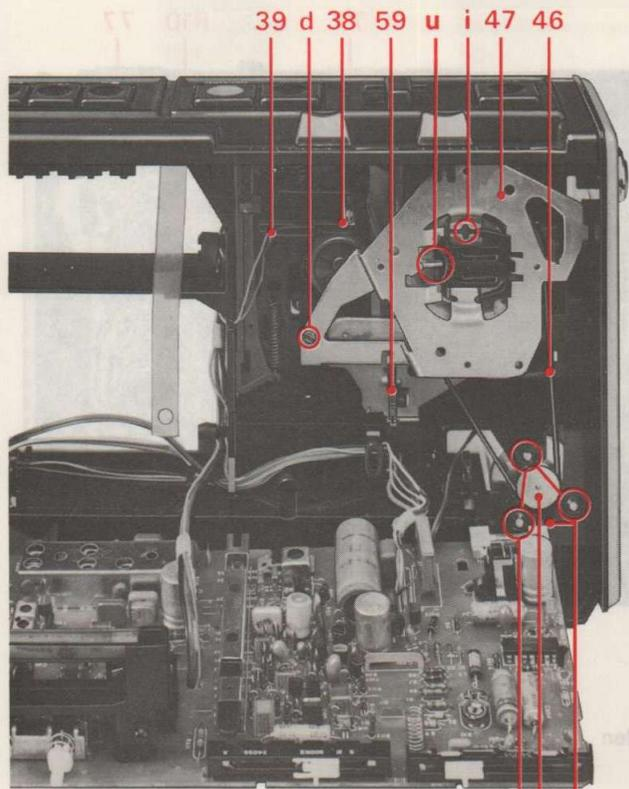
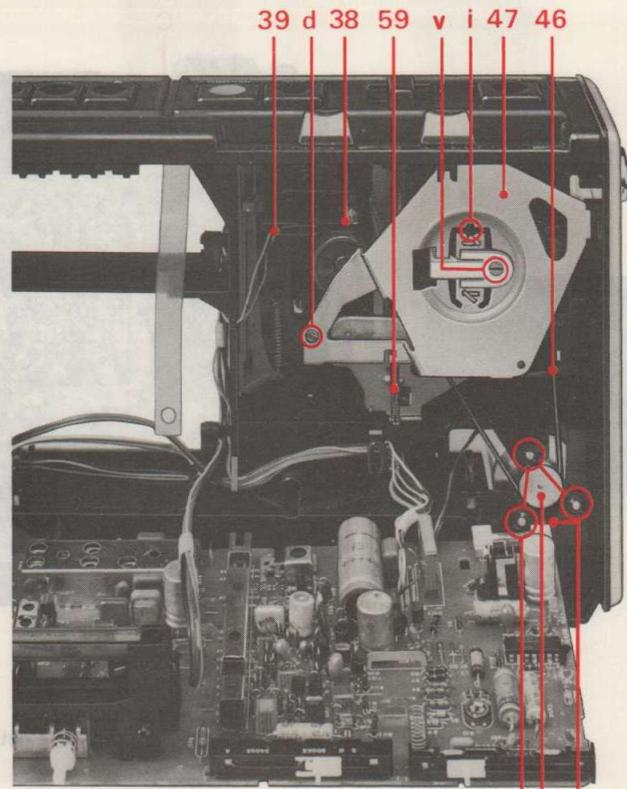

Abb. 6a Tonwelle senkrechtstellen
Abb. 6b Tonwelle senkrechtstellen
8. Tonwelle senkrechtstellen (Abb. 6a u. 6b)
- nach dieser Einstellung, nach Riemenwechsel **46** oder Wechsel der Schwungscheibe **45** sowie nach längerer Betriebszeit ist das Axialspiel der Schwungscheibe **45** zu kontrollieren. Die Schwungmasse **45** muß ein fühlbares Axialspiel (0,05 ... 0,25 mm) haben; ggf. bei Ausführung 1 (Abb. 6a) am Justierlappen **u** biegen oder bei Ausführung 2 (Abb. 6b) Schraube **v** stellen.